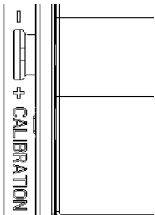

Figure 1
- 8. Le gradateur peut avoir à être réglé aux faibles intensités pour que certaines lampes s'allument correctement et/ou ne clignotent pas. Pour cela, COUPER L'ALIMENTATION DU CIRCUIT et retirer la plaque murale. Utiliser un petit tournevis plat isolé pour régler le potentiomètre qui est accessible à travers la fente (« CALIBRATION ») située sur la bande (Figure 1). Tourner la mollette vers le bas pour augmenter le réglage de l'intensité lumineuse minimale et tourner la mollette vers le haut pour réduire l'intensité lumineuse. Ensuite, remonter la plaque murale, remettre sous tension et tester. Répéter les étapes ci-dessus au besoin.